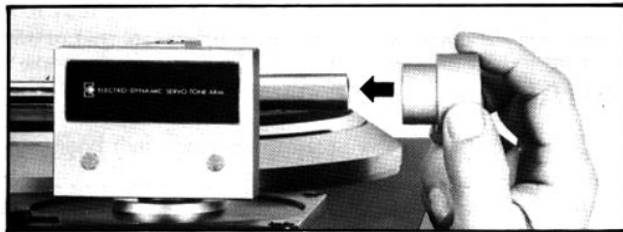

Fig. 3 Abb. 3
3. Slide the main weight (13) onto the weight axis as close to the tonearm base as possible. (Fig. 3)
2. Entfernen Sie die Verpackungsecken (⑩ – ⑪) und die anderen Teile (⑥ – ⑨).
3. Schieben Sie das Hauptgewicht (⑫) auf die Gewichtsachse, so nahe wie möglich zum Tonarmsockel (Abb. 3).
2. Enlever les angles d'emballage (⑩ – ⑪) et les autres pièces (⑥ – ⑨).
3. Faire glisser le contrepoids principal (⑫) sur l'axe de façon à ce qu'il soit placé le plus près possible de la base du bras de lecture. (Fig. 3).